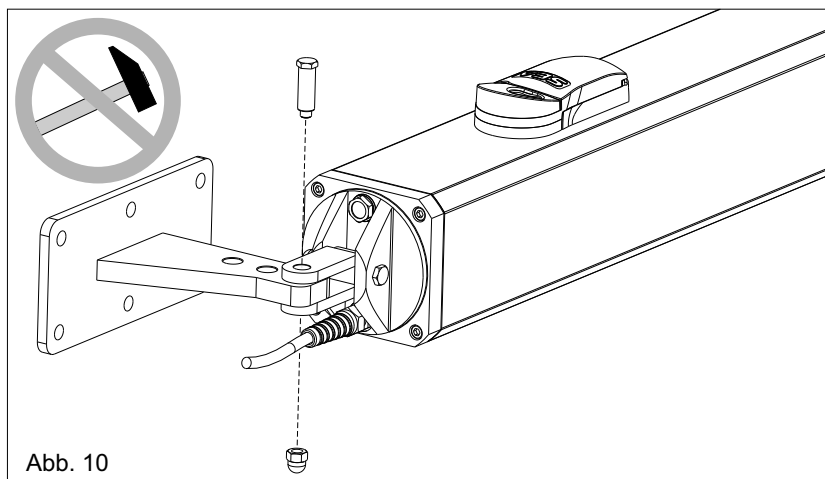

Abb. 10
- Die Schwinggabel, wie in Abb. 10 befestigen.